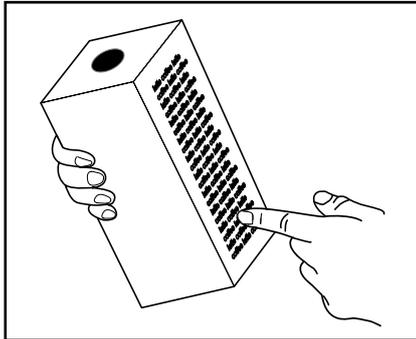

Abb. 1
- Lagern Sie die Produkt-Packungen entsprechend der Beschreibung auf der Verpackung. (Abb. 1)